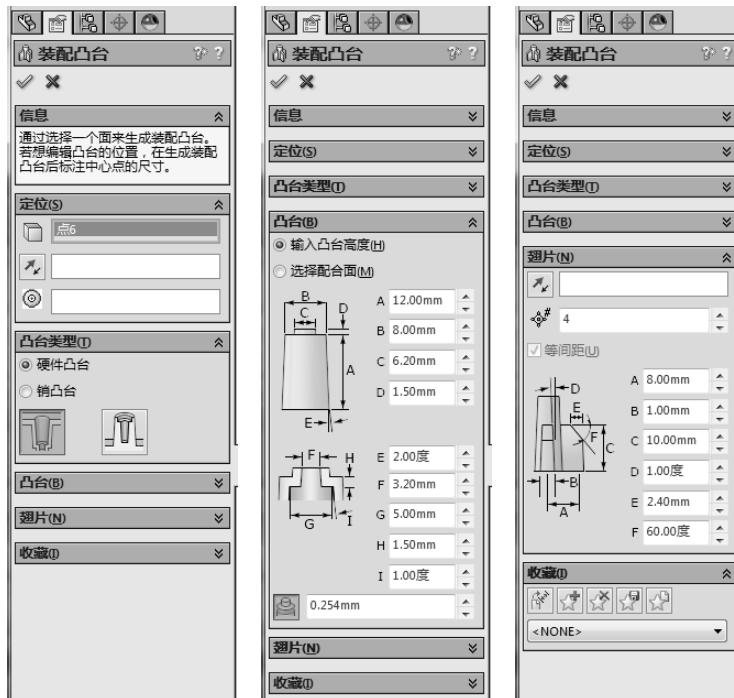

图 5-95 装配凸台操控板
- [1] 单击扣合特征工具栏上的【装配凸台】按钮，或单击【插入】/【扣合特征】/【装配凸台】。出现装配凸台操控板，如图 5-95 所示。